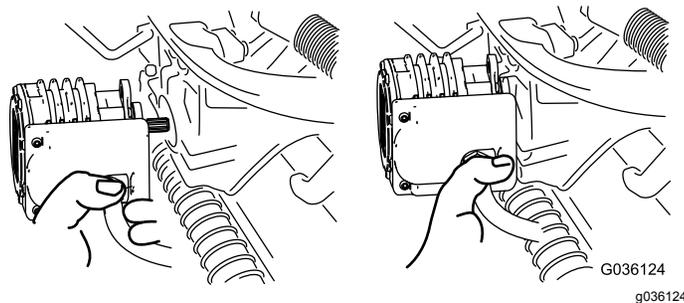

Рисунок 54
4. Переместите электродвигатель на место хранения на передней стороне рычага подвески (Рисунок 54).